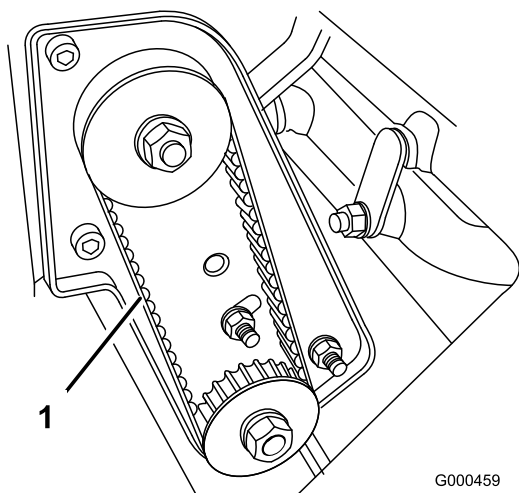

Figura 37
2. Verifique a pressão calcando a correia (Figura 37) até ficar entre o alternador e as polias, aplicando uma força de $2 \pm 0,5$ kg. A correia deve atingir um desvio de 6 mm. Se a deflexão for incorrecta prossiga para o passo seguinte.